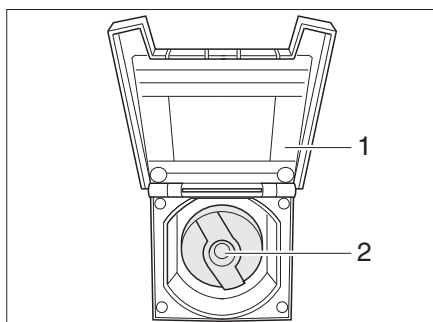

Fig. 149 Tapa de cierre para el tubo de llenado de agua potable
- Abrir la tapa (Fig. 149,1) para el tubo de llenado de agua potable.
- Introducir la llave en el cilindro de cierre (Fig. 149,2) y girarla un cuarto de vuelta en sentido contrario a las agujas del reloj.
- Abrir el tubo de llenado de agua potable (Fig. 149).